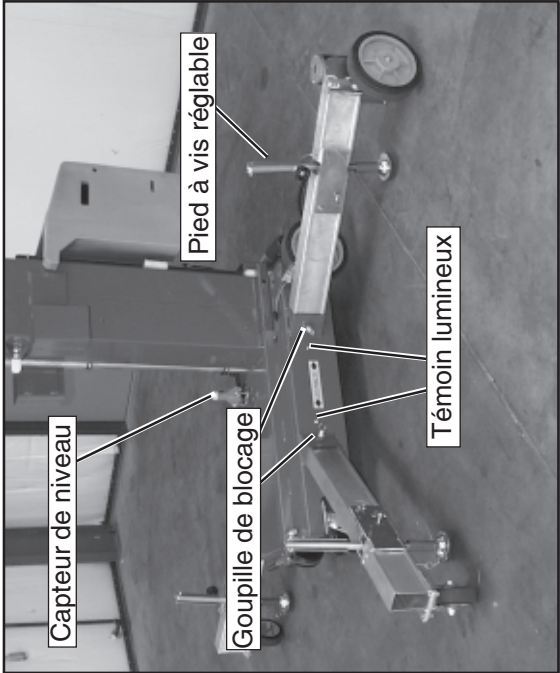

Figure 1 : Pose des stabilisateurs
2. Les insérer dans les emboîtures qui leur sont destinées, à la base de la machine (figure 1).
4. Mettre en place tous les autres stabilisateurs en observant la marche à suivre ci-dessus. S'assurer que les quatre (4) goupilles de blocage sont toutes bien engagées dans leurs trous respectifs.
5. Mettre la base de niveau (bulle du niveau globale centrée) en réglant la longueur des pieds à vis situés à l'extrémité de chaque stabilisateur (figure 1). NE PAS relâcher la pression exercée sur l'un ou l'autre des stabilisateurs, en tournant le pied à vis dans le sens antihoraire, pour mettre la base de niveau.